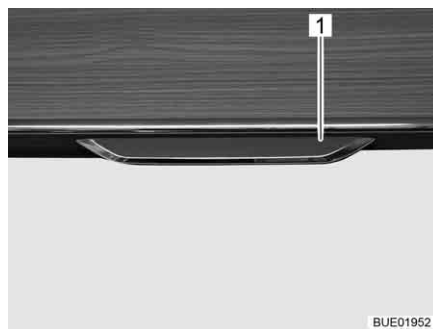

Fig. 60 Sportello del mobile con maniglia di sbloccaggio
- Tirare verso l'esterno la maniglia di sbloccaggio (Fig. 60,1).